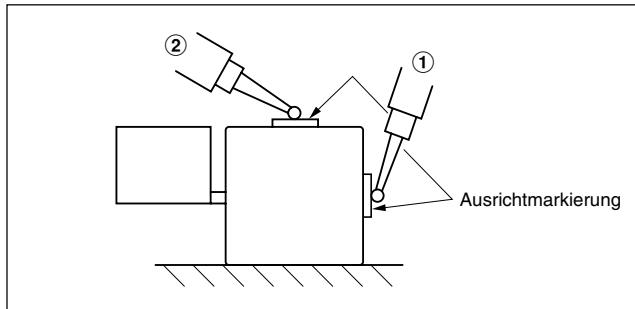

Abb. 3-7 Prüfung der Parallelität zwischen Maßstab und Maschinentischbewegung
(4) Messung der Parallelität des Maßstabs zur Bewegung des Maschinentisches
Eine Tastermeßuhr direkt an der Stelle ansetzen, wo sich die Ausrichtmarkierung (① in der folgenden Abb. 3-7) an der Seite des Maßstabs befindet, und prüfen, ob der Maßstab einwandfrei parallel zur Bewegung des Maschinentischs eingebaut ist.
- (5) Wenn die vorgeschriebene Parallelität der Maßstab-Anbauhalterung nicht erzielt werden kann**
Die Meßuhr auf das jeden Ausrichtmarkierung setzen, wie in ② in Abb. 3-7, um die Parallelität zu messen und den Unterschied in das Ablesen zwischen die Ausrichtmarkierungen zu innerhalb von 0,08 mm ausrichten.